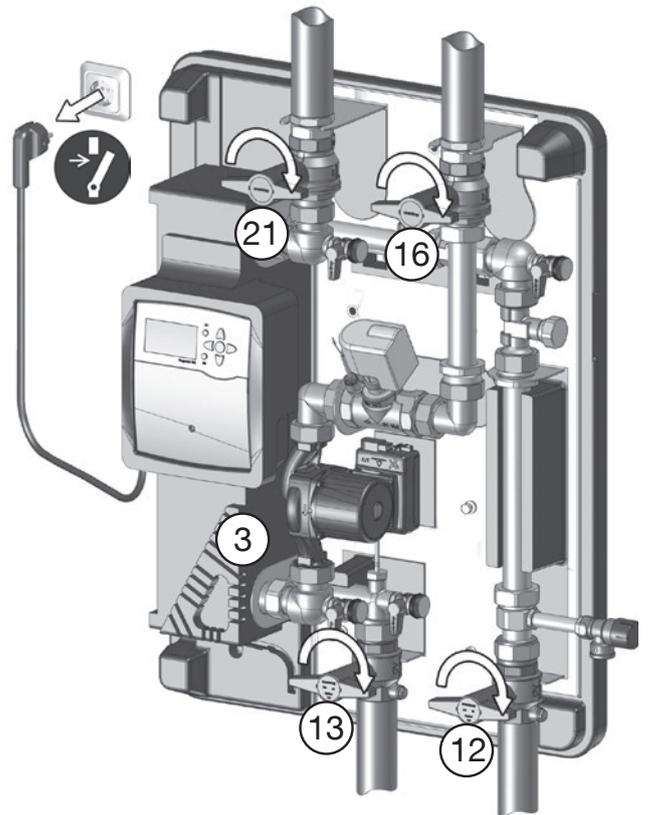

Abb. 5.1: Regler freischalten und Kugelhähne absperrn
2. **Absperrkugelhähne 12 und 13** (Trinkwasserkreis) **sowie Pos. 16 und 21** (Speicherkreis) **schließen** (Abb. 5.1).
2. **Absperrkugelhähne 12 und 13** (Trinkwasserkreis) **sowie Pos. 16 und 21** (Speicherkreis) **schließen** (vgl. Abb. 5.1 auf Seite 31).